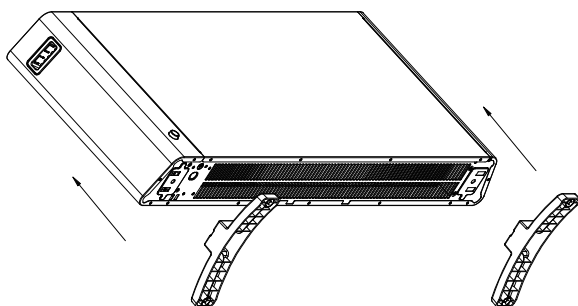

Fig.2
2.Fäst de två basfötterna uppåt.(Fig. 2)